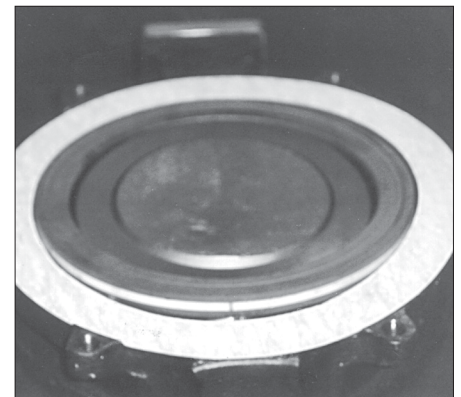

Figura 7 - Posizionamento corretto della guarnizione di serraggio della sede.
- Controllare che il disco (2) sia in posizione di chiusura contro la posizione di arresto del disco del corpo (1).
- Inserire la guarnizione della tenuta della sede (22) nella superficie della guarnizione del corpo della valvola (1). (vedere Figura 7)
- Per i corpi in esecuzione lug, allineare i fori della guarnizione dell'anello di tenuta della sede (22) con i fori nel corpo (vedere Figura 7).
- Posizionare l'anello di tenuta della sede (23) sopra la guarnizione di tenuta della sede (22). Per le valvole in esecuzione lug, allineare i fori nell'anello di tenuta della sede (23) con i fori nella guarnizione (22) e nel corpo (1).
- Posizionare le piastre di centraggio (33) e/o i fermagli (35) per le valvole in esecuzione wafer.
- Installare e serrare le viti (34) per le valvole in esecuzione wafer e (24) per le valvole in esecuzione lug.